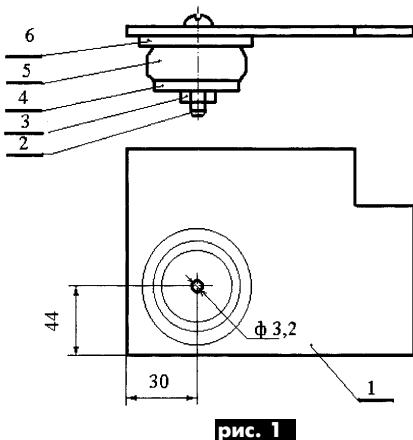

рис. 1
**Конструкция.** Для уменьшения электрических наводок от ВВТПН, которые выржаются в появлении некоторой мастики в нижней части сигнала калибровки, ПТ (рис.1, поз.5) устанавливают на внутренней части крышки (рис.1, поз.1) экранированного отсека высоковольтного блока в его свободном объеме при помощи винта с гайкой М3 (рис.1, поз.2, 3) и прокладок из стеклотекстолита (рис.1, поз.4, 6) толщиной 1,5 мм.